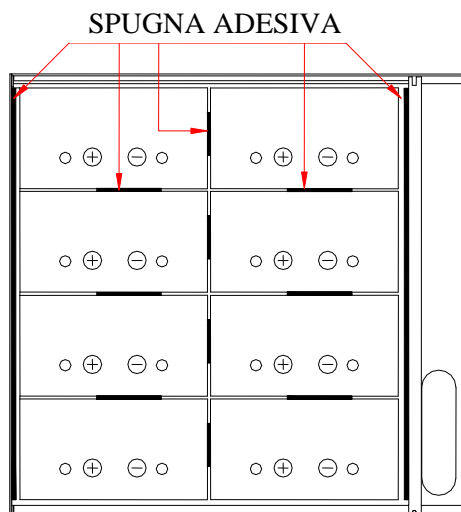

Fig.2.
- Posizionare la batterie, partendo dal basso verso l’alto come indicato in Fig.2, bloccandole a destra con la staffa in dotazione.
Prima di posizionare le batterie è necessario che sulle stesse sia stata messa la gomma adesiva in dotazione, di lunghezza 10cm circa, come indicato in Fig.2.